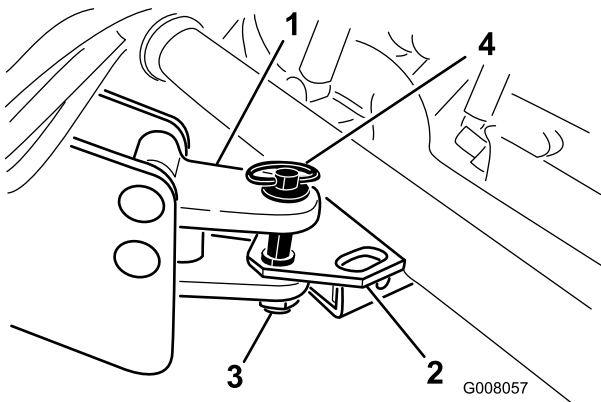

Figura 18
2. Regolate il timone di traino del processore allo stesso livello del gancio del veicolo (Figura 18).
3. Collegate l'attacco del processore all'attacco del veicolo con un perno di traino e un acciarino (Figura 18).